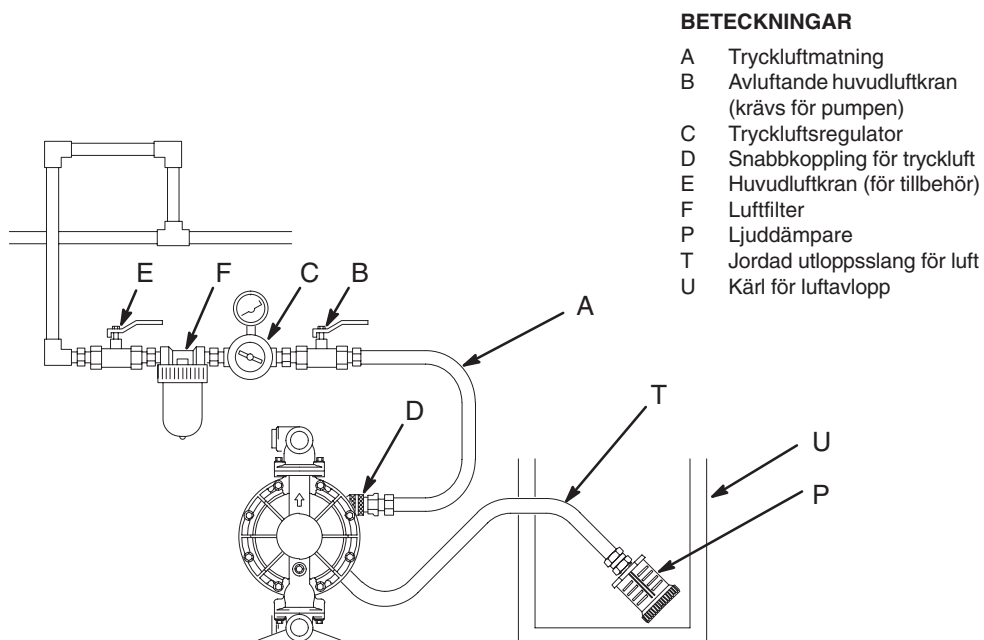

Fig. 6
Membranbrott gör att pumpad vätska blåses ut tillsammans med luften. Placera en lämplig behållare vid luftutsläppet för att fånga upp vätskan. Se Fig. 6.
1. Ta bort ljuddämparen (P) från luftutloppet på pumpen.
2. Anslut en elektriskt ledande luftslang (T) och montera ljuddämparen (P) på andra änden på slang. Luftutloppsslangen måste ha minst 19 mm (3/4") innerdiameter. Använd grövre slang om den är längre än 4,6 m. Undvik skarpa krökar på slang.
3. Ställ en behållare (U) vid änden av luftutloppet för att fånga upp vätska om membranet skulle brista. Se Fig. 6.